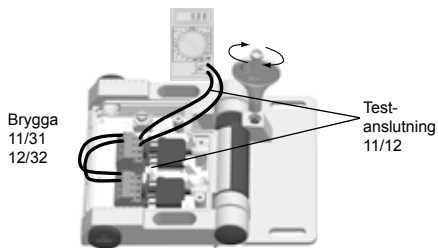

Fig. 5
3. Koppla båda brytande kontakter parallellt, anslut anslutning 11 med 31 och anslutning 12 med 32. (Fig. 5)
4. Anslut kontinuitetsprovare till anslutningarna 11/12 hos de brytande kontakterna eller använd testanslutningarna på anslutningarna (fig. 5).